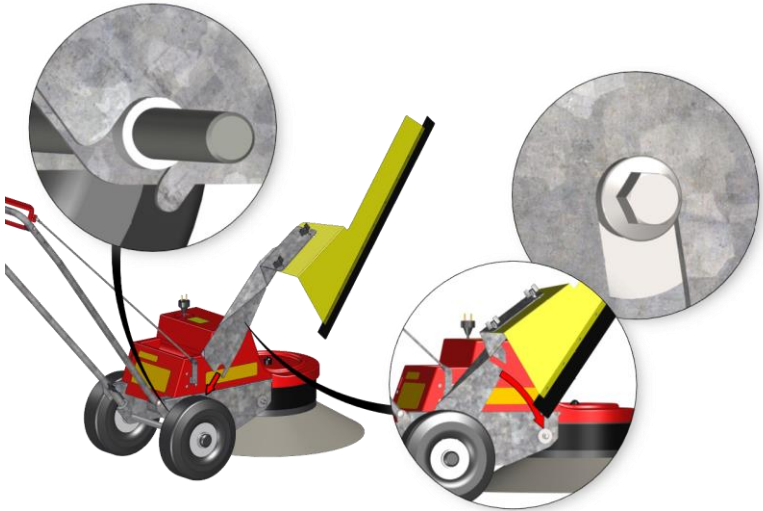

Abb. 58: Montage Schwadblech WR 650
2. Das Schwadblech gemäß Abb. 58 schräg auf das Distanzstück der Achse aufschieben.